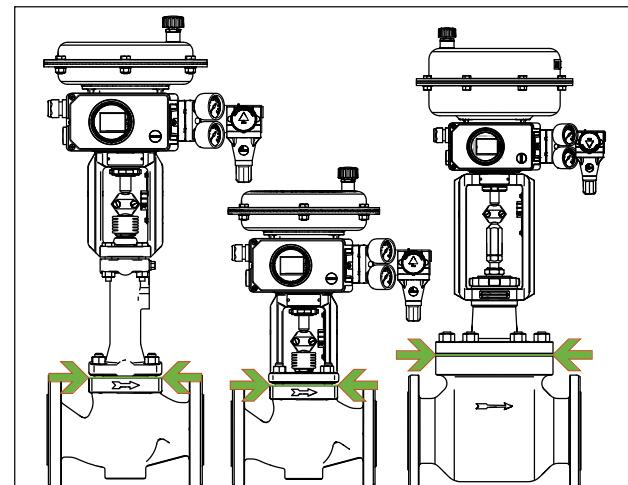

Fig. 13: Limite de isolamento para válvulas de controlo (exemplo apresentado)
- ⇒ Isole apenas as válvulas de controlo até ao flange do castelo do corpo da válvula (consulte a Fig. 13). Isto também se aplica às versões com fole de vedação ou secção isolante a temperaturas médias inferiores a 0 °C ou superiores a 220 °C. Se a secção isolante estiver isolada, não funcionará corretamente.